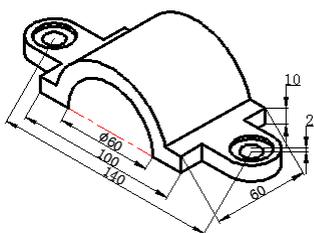
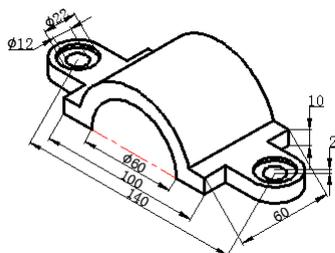

图 12.2.18 创建直径标注
图 12.2.19 创建其他直径标注
Step2. 创建直径的标注。创建图 12.2.18 所示的直径标注。选择下拉菜单 **标注(N)** → **对齐(A)** 命令，选取两个端点，使其分别定位于第一原点与第二原点，在命令行输入字母 T（即选择提示中的文字(T)选项）并按 Enter 键，输入 %%C60 后按 Enter 键，在空白区域中单击一点以确定尺寸放置的位置；完成其他直径的标注，结果如图 12.2.19 所示。